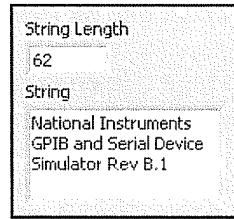

Figura 9-14. Ventana del panel frontal del VI Serial IIO Read A
- Abra la ventana del panel frontal. Debe ser similar a la de la figura 9-14.